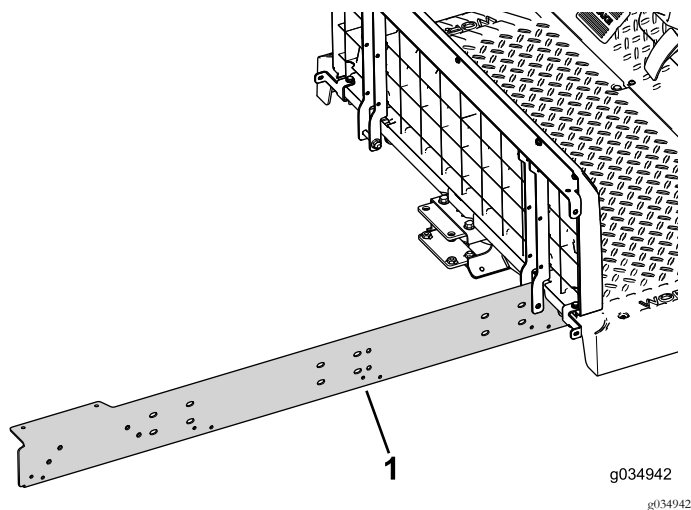

Figure 22
- Fixez légèrement le longeron d'extension du côté droit de la machine (Figure 22).